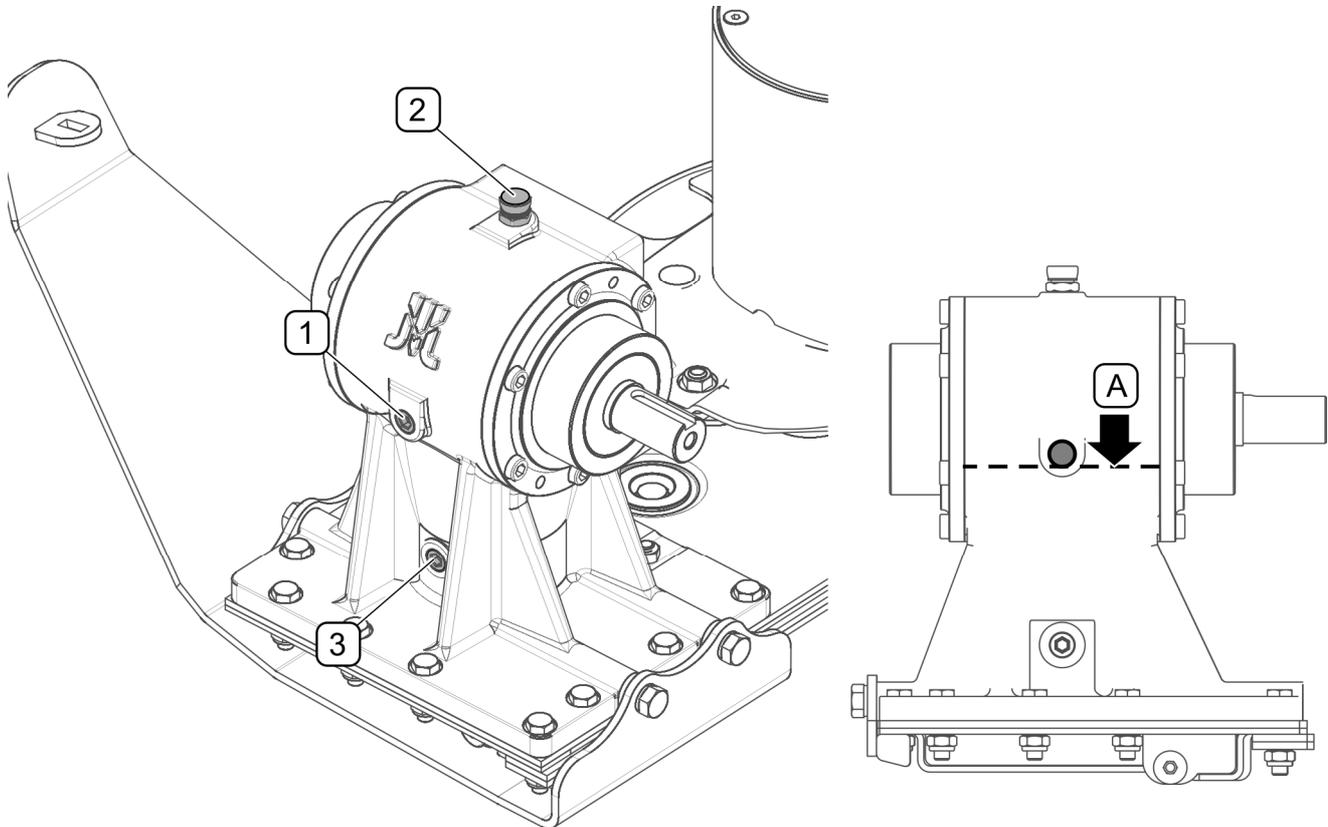

FIGURE 5.4 Contrôle du niveau et vidange d'huile dans le renvoi d'angle
- dévisser le bouchon de contrôle (1) (FIGURE 5.4),
- le niveau d'huile doit atteindre le bord inférieur de l'ouverture du bouchon (1),
- dévisser le bouchon de contrôle (1) et le bouchon de vidange (3) (FIGURE 5.4),
- vidanger l'huile dans le récipient préalablement préparé et fermer le bouchon de vidange (3),
- faire l'appoint d'huile par le bouchon (2) jusqu'au niveau du bord inférieur de l'orifice du bouchon de contrôle.
- fermer le bouchon de remplissage (2) et le bouchon de contrôle (1).